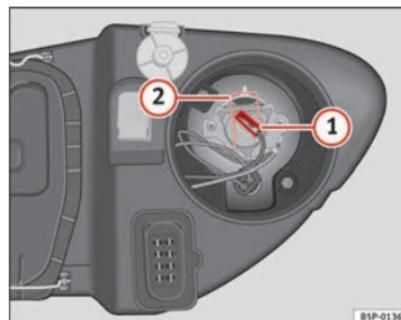

Fig. 187 Abbaglianti
- Estrarre il connettore ⇒ fig. 187 ① della lampada.
- Premere la molla ⇒ fig. 187 ② verso l'interno e verso destra.